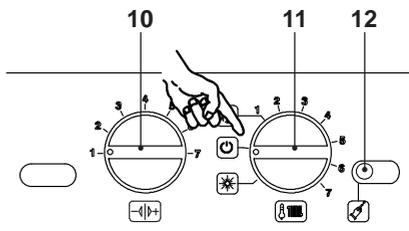

Figura 5.87
• Per uscire dalla programmazione posizionare il selettore di funzione / manopola regolazione temperatura 11 come indicato in Figura 5.87.